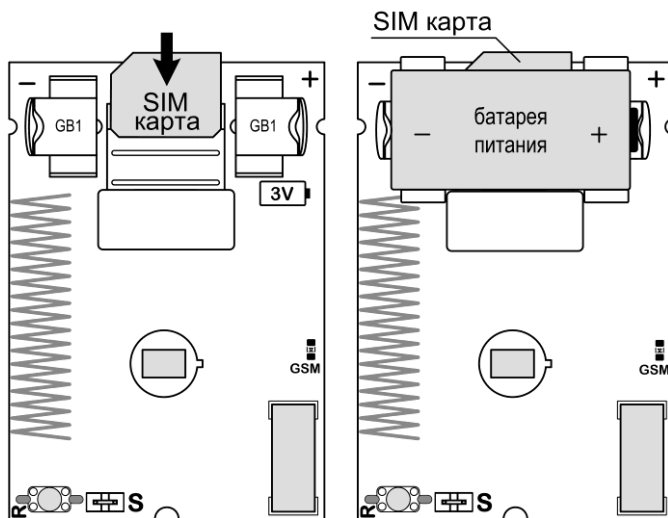

Рис.9 Установка SIM карты. Установка батареи питания
2. Убедитесь, что SIM карта установлена в соответствии с рис.9, либо установите SIM карту (если не установлена) – см. рис.9.
3. Установите батарею питания, соблюдая полярность (рис.9).
2. Убедитесь, что SIM карта установлена в соответствии с рис.9.